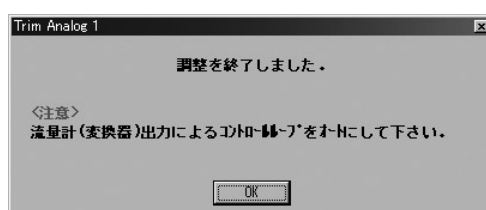

図109
- ⑥ 「Cancel」ボタンをクリックすると、アナログ出力値の調整は終了です。図109のような「調整が終了しました」のメッセージボックスが現れますので、「OK」ボタンをクリックしてください。